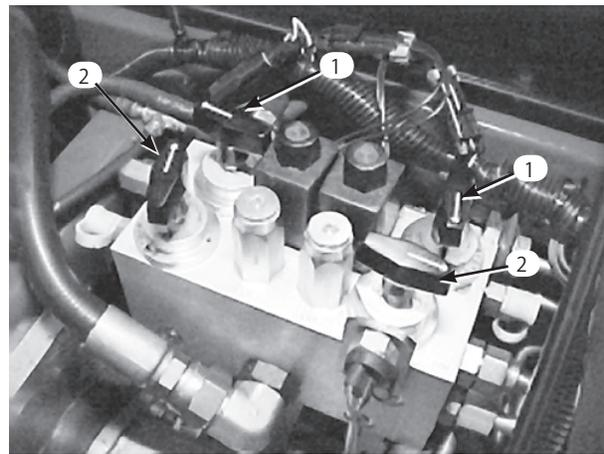

図28
4. リールの速度を設定するには、ノブ (図28) を回して、ノブの矢印を、所定の番号に合わせる。